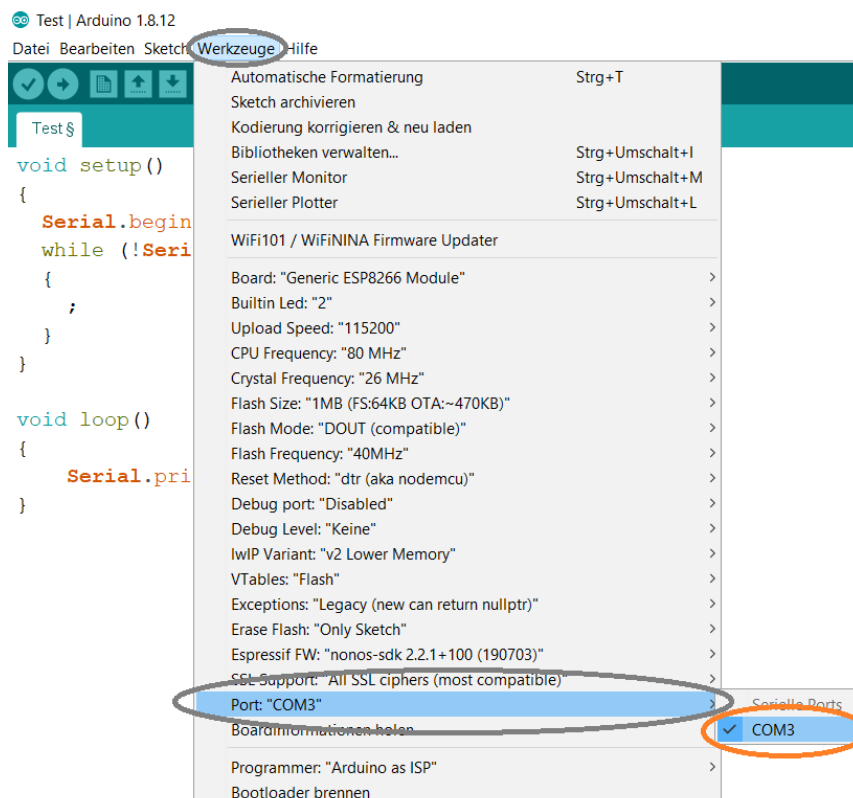

Abbildung 6.6: Konfiguration: Einstellen vom verwendeten Port
3.4 Wählen unter dem Punkt Werkzeuge - Port und dann den richtigen Port aus. (Vermutlich wird nur einer angezeigt) (Abb. 6.6)